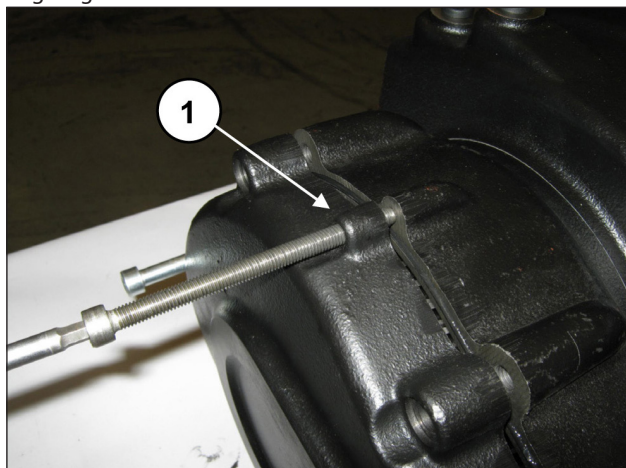

Abb. 6
Drehen Sie schrittweise die 3 Schrauben M8 (Pos. ①, Abb. 6) als Abzieher soweit ein, bis die Gruppe Deckel-Ritzel komplett abgezogen werden kann